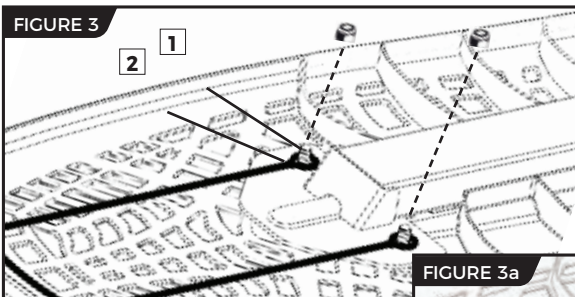

FIGURE 3
- Alignez les trous de fixation situés sur la partie supérieure du cadre (zone en forme de triangle) avec les trous de fixation situés sur la partie supérieure. Relâchez l'extension du cadre du dossier de façon à ce qu'il repose sur les trous de fixation (Figure 3).
- En passant la main en dessous, insérez l'un des boulons les plus courts à travers l'un des trous situés sur la partie supérieure et maintenez-le en place. Faites glisser l'une des boucles de l'extension du cadre du dossier sur le boulon et serrez à la main avec un écrou (Figures 3 et 3a). Répétez l'opération de l'autre côté.